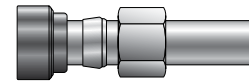
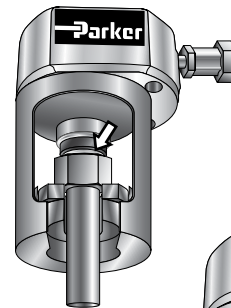

Abb. 5
Abb. 7
1. Montieren Sie die CPI™ Mutter, den CPI™ Klemmring und die Körperpressschale wie in Abb. 5 gezeigt auf dem Rohr. Achten Sie darauf, dass das kegelige Ende des Klemmrings in Richtung des Verschraubungskörpers weist.
3. Setzen Sie die Rohrbaugruppe (Abb. 5) wie in Abb. 7 gezeigt in die Mutternpressschale ein.